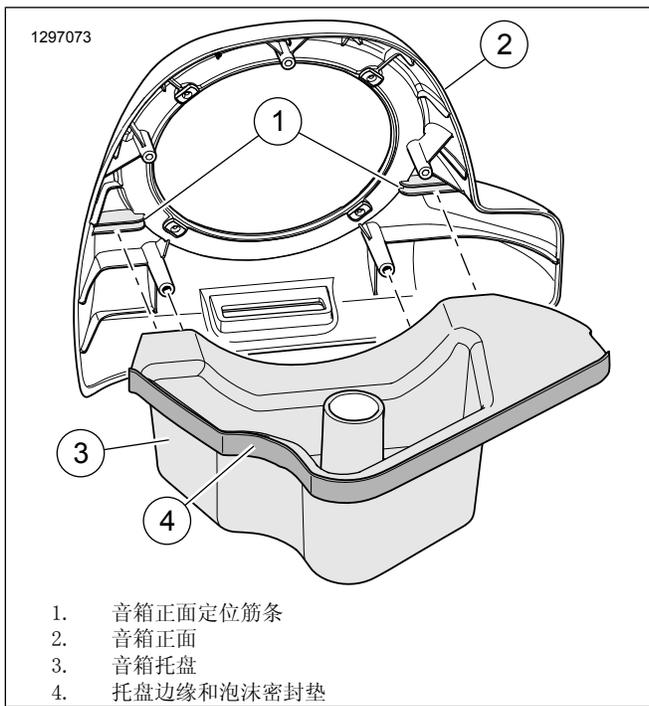

图6。音箱组件
6. 参见图6。将音箱托盘(4)组装到音箱正面(2)。揭掉双面泡沫密封垫(5)一侧的衬纸。按图中所示安装密封件。修剪并保留多余的泡沫密封垫以供随后使用。